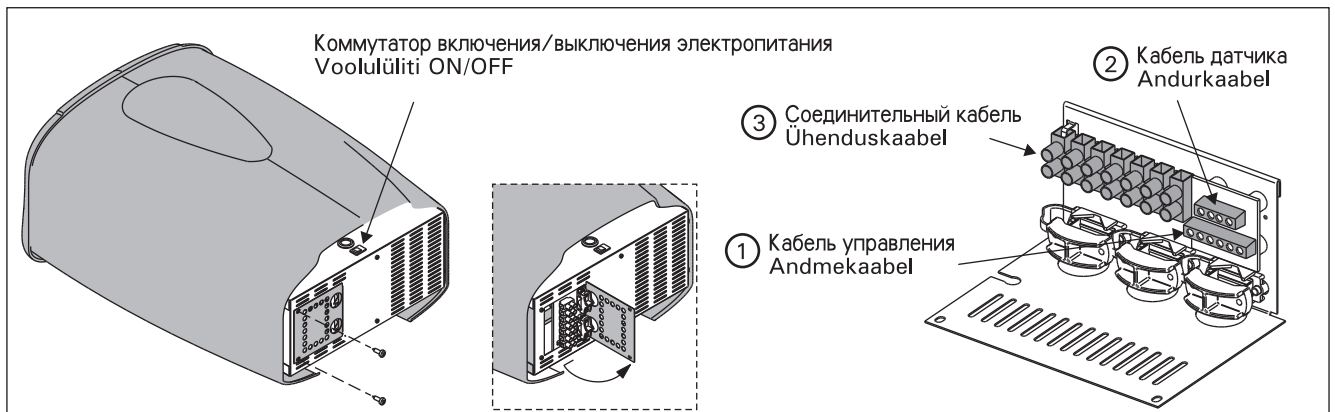

Рисунок 7. Подключение соединительного кабеля
Проще всего подключать кабель к каменке, пока она не установлена. См. рис. 7. Провода кабеля панели управления следует подключить к разъему кабеля панели управления с соблюдением цветовой маркировки.
3. Свободный конец кабель управления подключается к разъему панели управления (рис. 7: 1). **При подключении проводов кабеля очень важно соблюдать цветовую маркировку, как описано в разделе 3.1.1.**